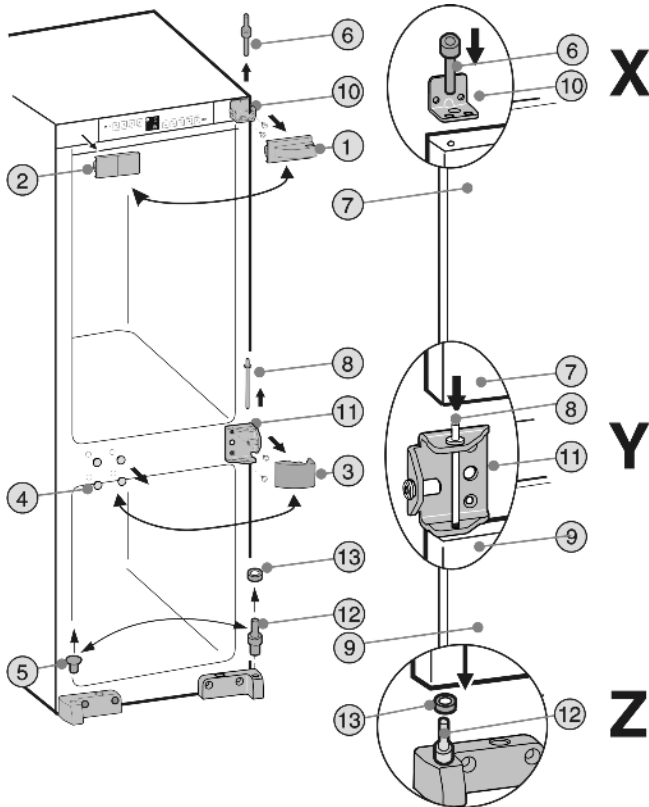

Fig. 3
► Soulever les caches Fig. 3 (1,2,3,4,5).
- Dévisser le boulon d'appui supérieur Fig. 3 (6) hors de la porte du compartiment réfrigérateur Fig. 3 (7).
- Basculer légèrement la porte du compartiment réfrigérateur Fig. 3 (7) vers l'avant et la soulever vers le haut.
- Retirer le pivot du milieu Fig. 3 (8).
- Soulever la porte du compartiment congélateur Fig. 3 (9).
- Dévisser le support d'appui supérieur Fig. 3 (10) et le support d'appui du milieu Fig. 3 (11) et les revisser sur le côté opposé en utilisant les mêmes vis et un couple de serrage de **4 Nm**.
- Déplacer le boulon d'appui inférieur Fig. 3 (12) avec la rondelle Fig. 3 (13).
- Poser la porte du compartiment congélateur sur le boulon d'appui Fig. 3 (12) et la rondelle Fig. 3 (13). **Détail Z**
- Placer le pivot du milieu Fig. 3 (8) à travers le support d'appui du milieu Fig. 3 (11) de la charnière de la porte. **Détail Y**
- Poser la porte du réfrigérateur sur le boulon d'appui central Fig. 3 (8). **Détail Y**
- Introduire le pivot supérieur Fig. 3 (6) à travers le trou **extérieur** dans le support d'appui Fig. 3 (10) dans le trou de la porte du réfrigérateur Fig. 3 (7) et visser avec un couple de serrage de **4 Nm**. **Détail X**
- Remettre en place les éléments de protection Fig. 3 (1,2,3,4,5) sur le côté opposé en les tournant de 180°.